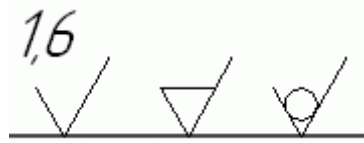

Рисунок 4 — Приклади позначення шерсткості в КОМПАС
**Шероховатість**  — дозволяє розміщати на графічних об'єктах знаки шерсткості (рисунок 4). Можна використовувати структуру позначення знака за ГОСТ 2.309–73 або більш пізнішу редакцію, що відповідає змінам № 3 від 2003 року.